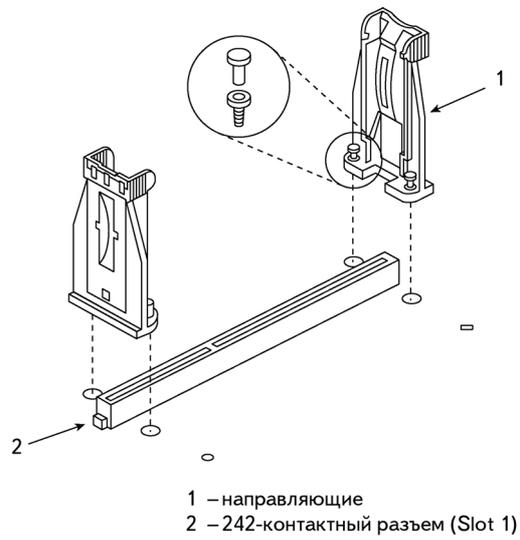
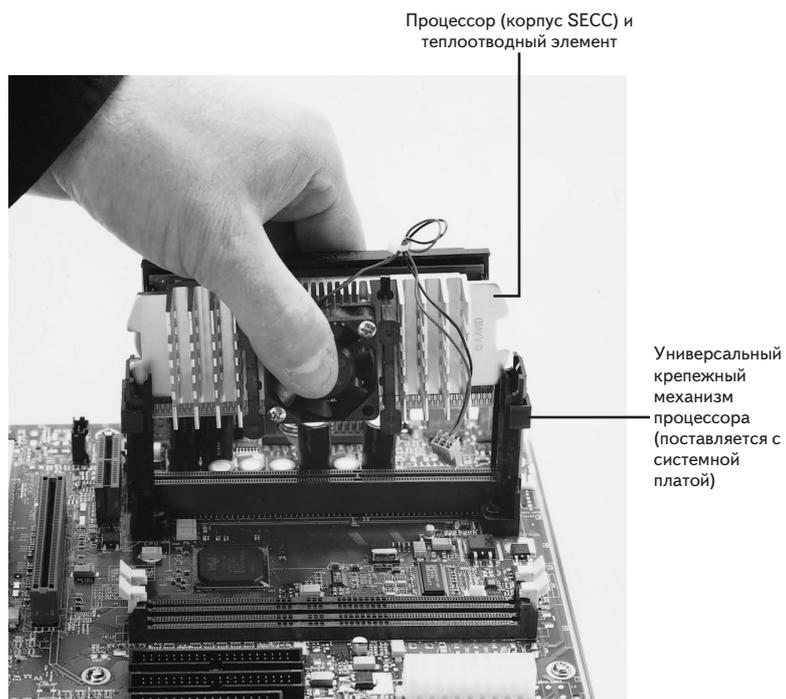
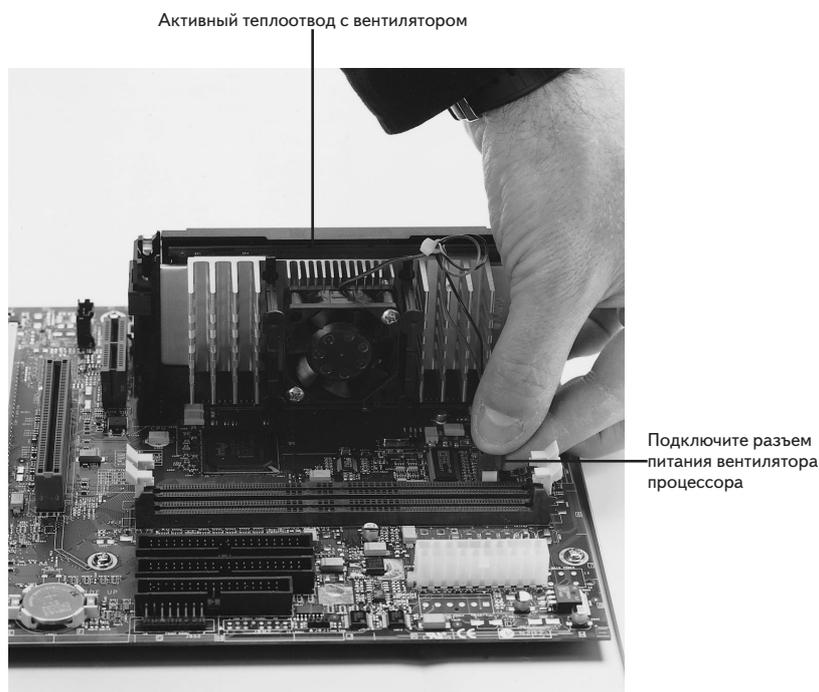

Рис. 24.3. Универсальный крепежный механизм процессора
Рис. 24.4. Установка процессора в разъем slot
Рис. 24.5. Подключение разъема питания вентилятора
- Для разъема *pin slot* необходимо установить универсальный крепежный механизм, который состоит из стоек крепления процессора и механизма поддержки теплоотводного элемента. Большинство процессоров для разъема slot поставляются с установленным теплоотводным элементом — активным или пассивным. Перед установкой процессора в разъем системной платы необходимо смонтировать универсальный крепежный механизм (рис. 24.3). Для этого по обеим сторонам разъема процессора на системной плате установите крепежные стойки. По направляющим этих стоек процессор будет устанавливаться в разъем (рис. 24.4). Не забудьте перед установкой процессора закрепить на системной плате механизм крепления теплоотводного элемента и подключить разъем питания вентилятора (рис. 24.5). При монтаже процессора соблюдайте осторожность, не нужно прилагать значительных усилий: можно повредить как сам процессор, так и системную плату или расположенные в непосредственной близости с разъемом slot элементы.